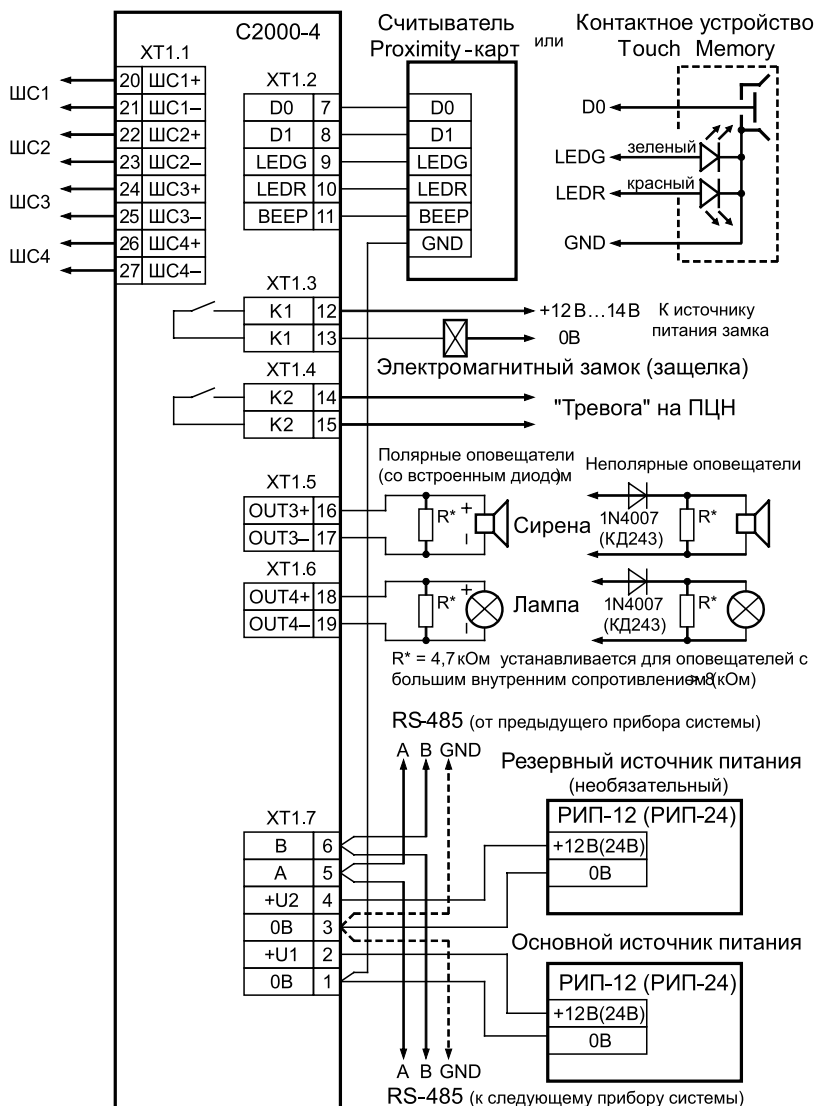

Рисунок 9. Схема внешних соединений блока C2000-4
1. Схема внешних соединений прибора приведена на Рисунок 9.